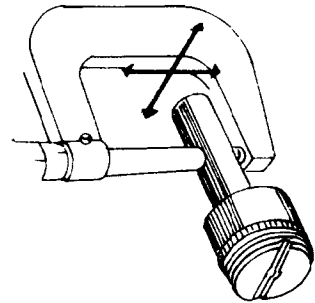

图 1-9 检查凸轮从动件轴外径
(2) 凸轮从动件轴外径。凸轮从动件轴外径的检查方法如图 1-9 所示。其标准值为 $\phi 11.97^{+0.02}_0$ mm, 维修极限值为 $\phi 11.95$ mm, 小于极限值时应更换。